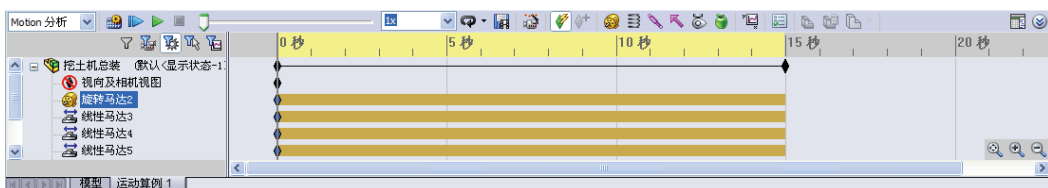

图 8-24 添加的马达和拖动“键码”操作效果
STEP 6 将键码区最顶部的键码向后拖动到 15s 的位置, 如图 8-24 所示。完成上述操作后, 单击“计算”按钮  可以生成初步的挖掘臂移动动画, 只是此时无法挖取到要挖掘的物品, 下面继续进行操作, 以实现挖掘和释放物体的仿真。